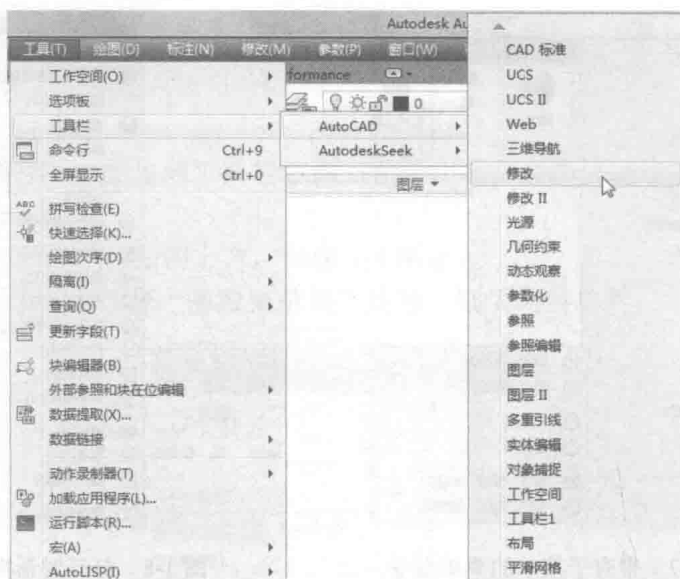
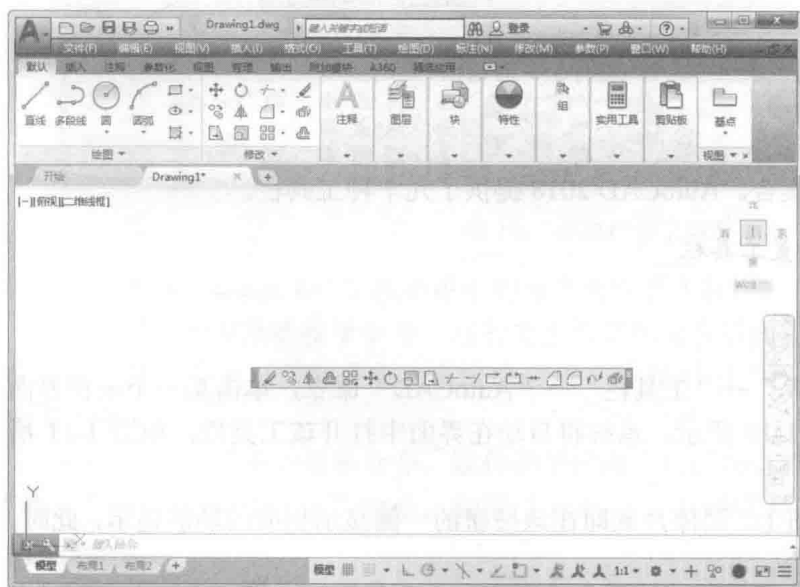

图 1-10 调出工具栏
图 1-11 浮动工具栏
(1) 选择菜单栏中的“工具”→“工具栏”→“AutoCAD”命令，单击某一个未在界面中显示的工具栏的名称，如图 1-10 所示，系统将自动在界面中打开该工具栏，如图 1-11 所示；反之，则关闭工具栏。
(2) 把光标移动到某个按钮上，稍停片刻即在该按钮的一侧显示相应的功能提示，此时，单击按钮就可以启动相应的命令。
(3) 工具栏可以在绘图区浮动显示（如图 1-11 所示），此时显示该工具栏标题，并可关